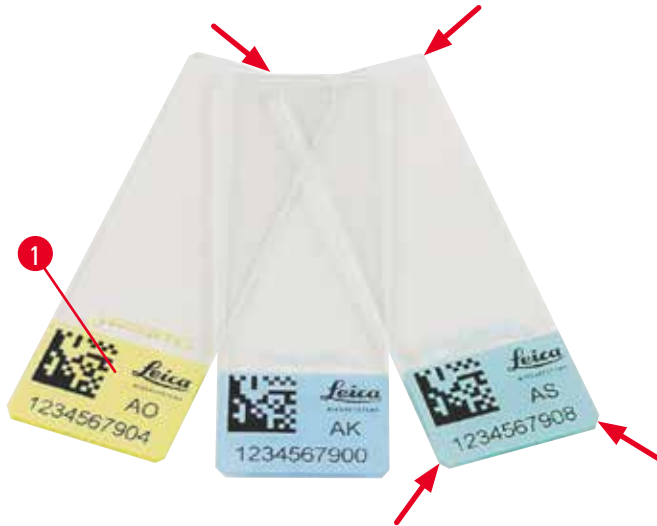

図 4
- ガラス粉と機械的な故障の危険を減らすために、必ずコーナークットタイプのスライド（四隅を 45°の角度でカット、(→「図 4」)) を使用してください。